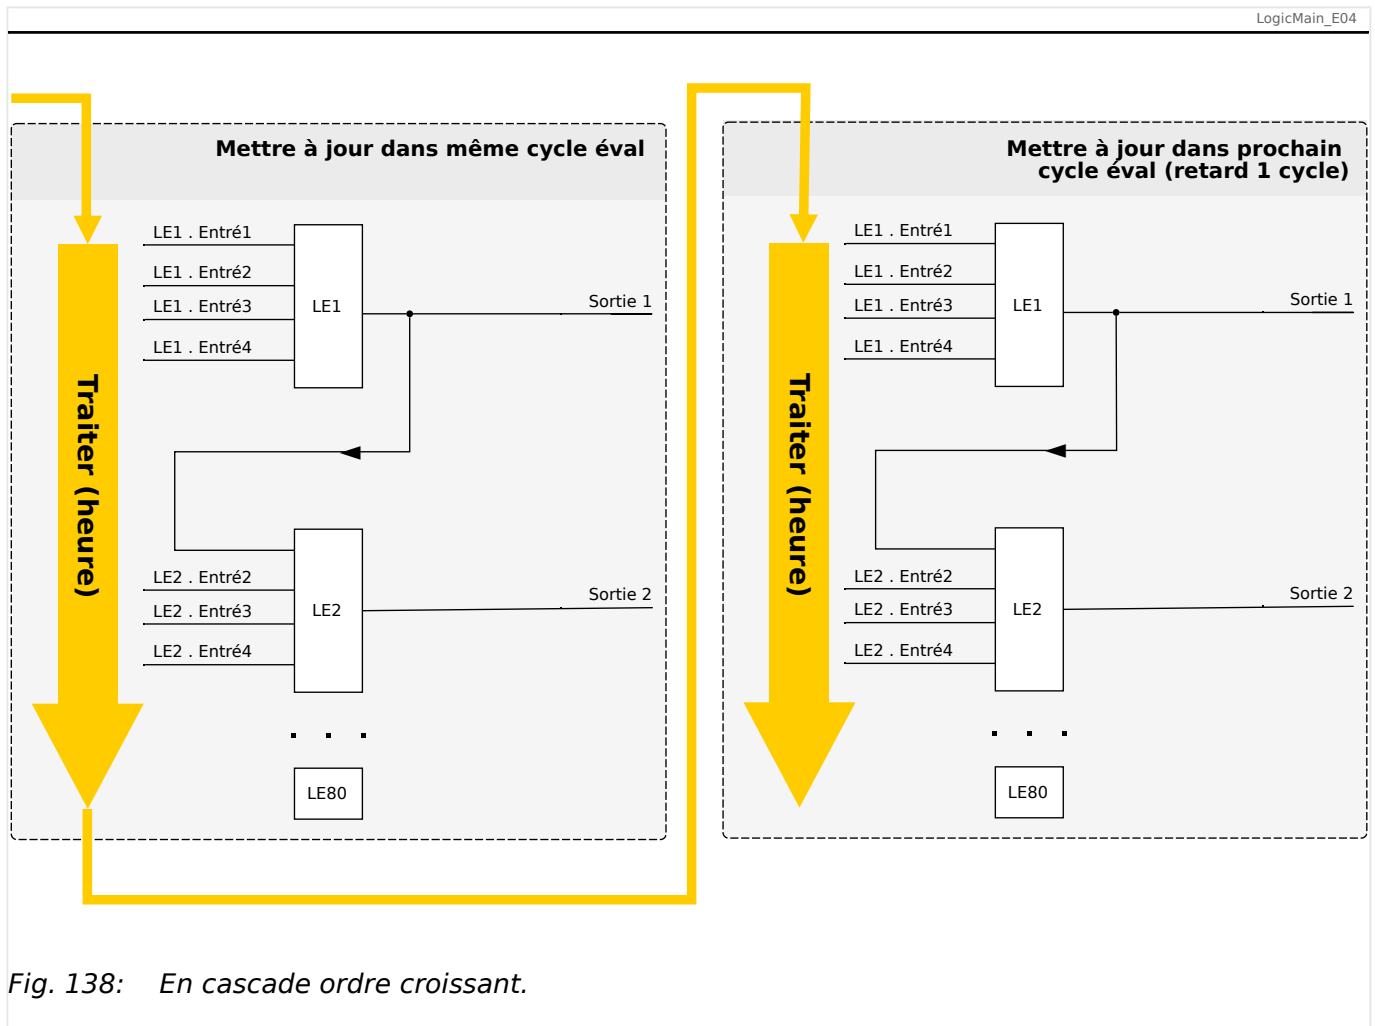
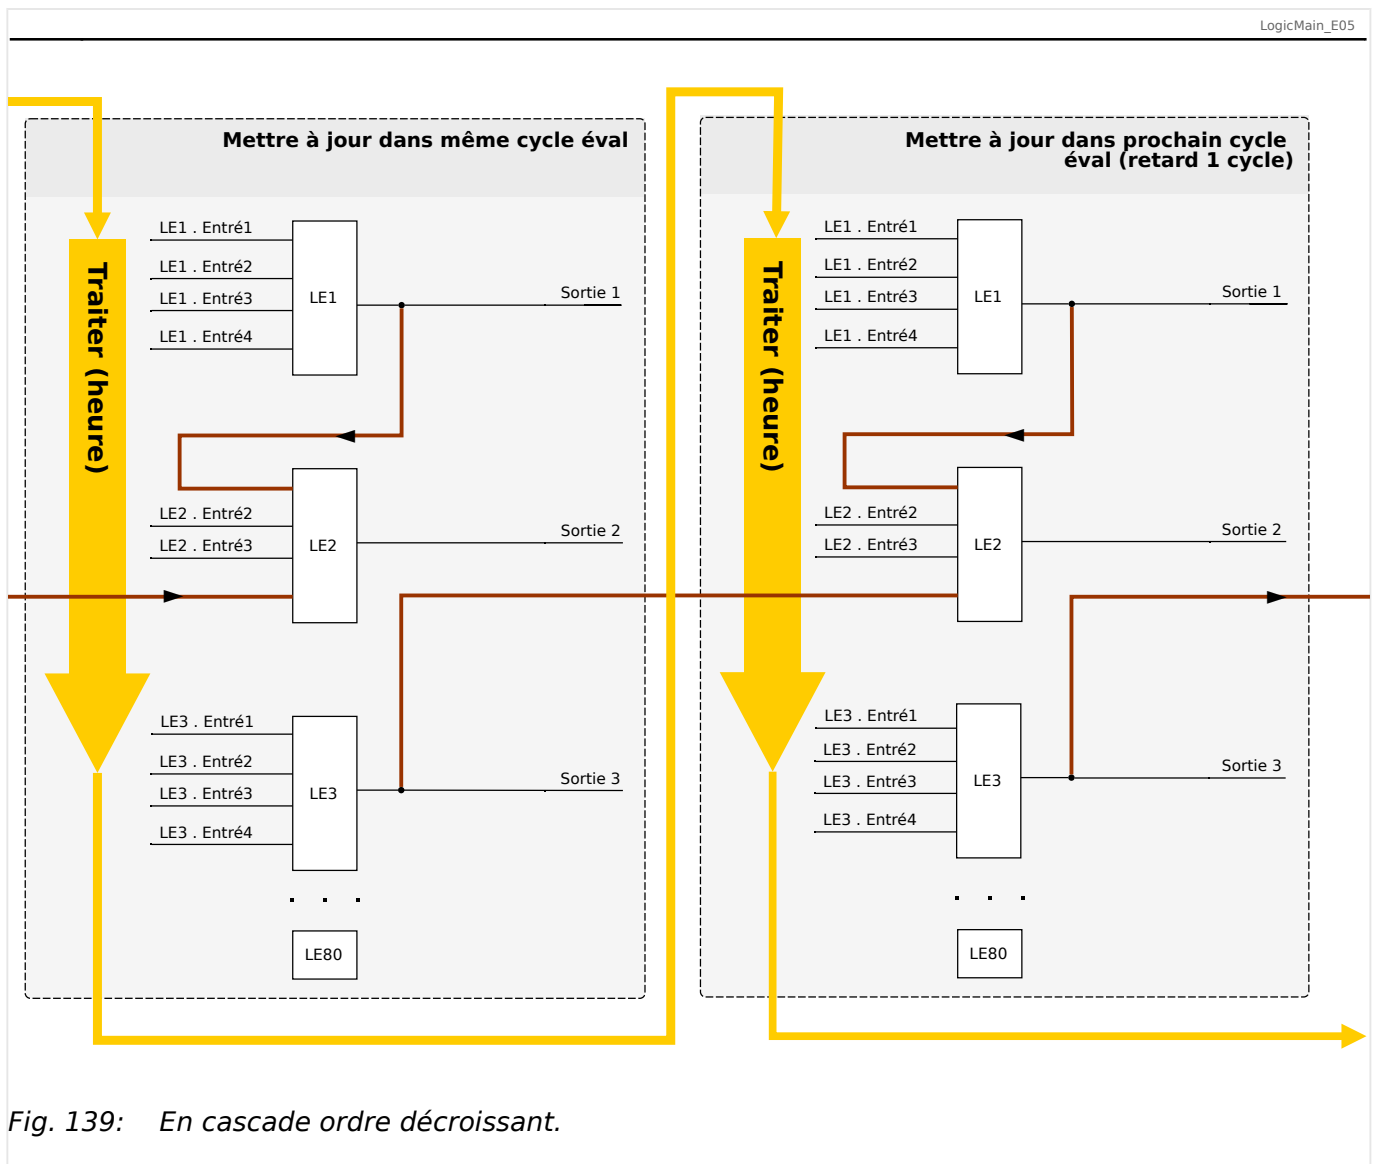

Fig. 138: En cascade ordre croissant.
Fig. 139: En cascade ordre décroissant.
- Dans une séquence **ascendante**, certaines sorties sont injectées en entrée dans une équation logique portant un numéro **plus élevé**. Par exemple, le schéma  Fig. 138 ci-dessous indique que le résultat de l'équation logique LE1 est utilisé en tant qu'entrée de l'équation logique LE2.
- Dans une séquence **descendante**, certaines sorties sont injectées en entrée dans une équation logique portant un numéro **plus bas**. Par exemple, le schéma  Fig. 139 indique que le résultat de l'équation logique LE3 est utilisé en tant qu'entrée de l'équation logique LE2.
Les séquences ascendantes et descendantes peuvent être utilisées et combinées les unes avec les autres, sans différence immédiate. Toutefois, en raison de l'évaluation de toutes les équations par ordre ascendant, les valeurs de temps de fonctionnement réelles qui sont injectées en entrée d'une équation auront un « âge » différent, comme on peut le voir dans  Fig. 138 et  Fig. 139 ci-dessous.
Dans l'exemple présenté dans  Fig. 139 ci-dessus, l'équation logique « 2 » utilise les états de sortie de deux autres équations, les équations logiques « 1 » et « 3 ». Le résultat de l'équation logique « 1 » est utilisé dans l'ordre ascendant. Il a par conséquent été évalué au cours du même cycle de traitement. Le résultat de l'équation logique « 3 » est utilisé dans l'ordre descendant. Il a par conséquent été évalué au cours du cycle de traitement précédent.